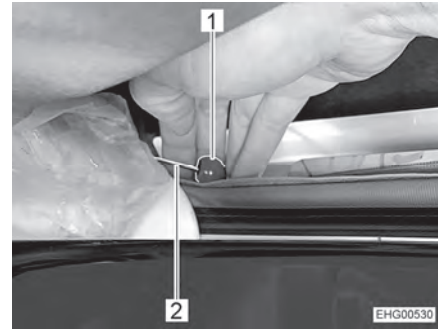

Bild 60 Notentriegelung
- Auf beiden Seiten am roten Knopf (Bild 60,1) des Seilzugs (Bild 60,2) ziehen.